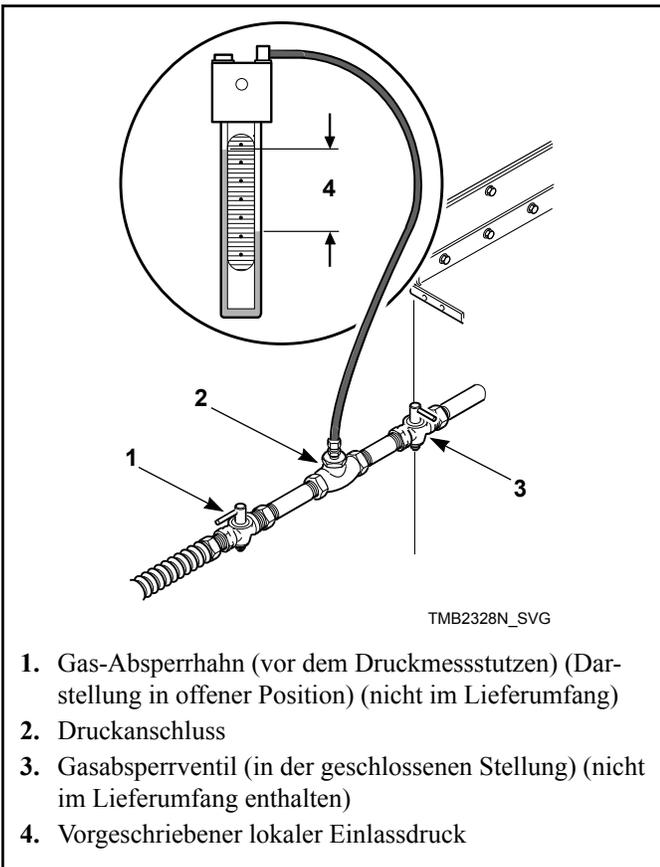

Abbildung 12
1. Die Stromversorgung des Trockners trennen. Das Gasabsperrentventil des Trockners schließen. Siehe *Abbildung 12*.
2. Prüfen Sie den Gasversorgungsdruck und passen Sie ihn ggf. an. Siehe *Abbildung 12*.